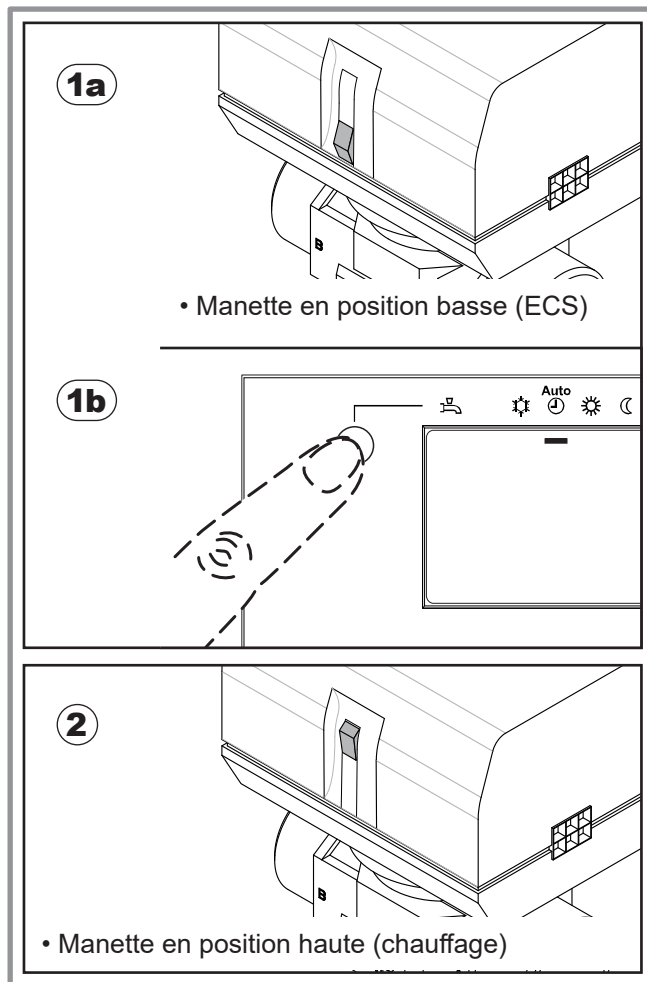

figure 49 - Vanne directionnelle en position chauffage
• **1a** - Si la manette de la vanne directionnelle est en position basse (position ECS) (figure 49) :
• **1a** - La manette de la vanne directionnelle doit être en position basse (position ECS) (figure 49).
• **1** - Si la manette de la vanne directionnelle est en position basse (position ECS) (figure 49) :